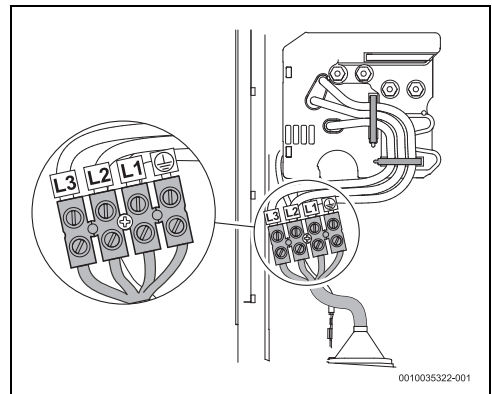

Fig. 36 Raccord inférieur
- Raccordement inférieur (fig. 36)